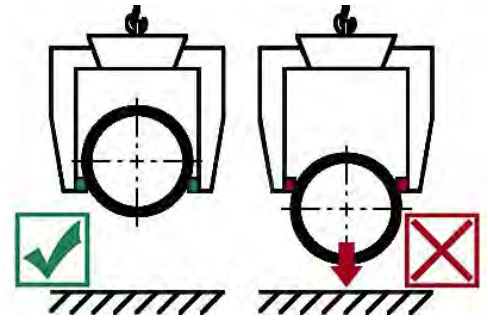
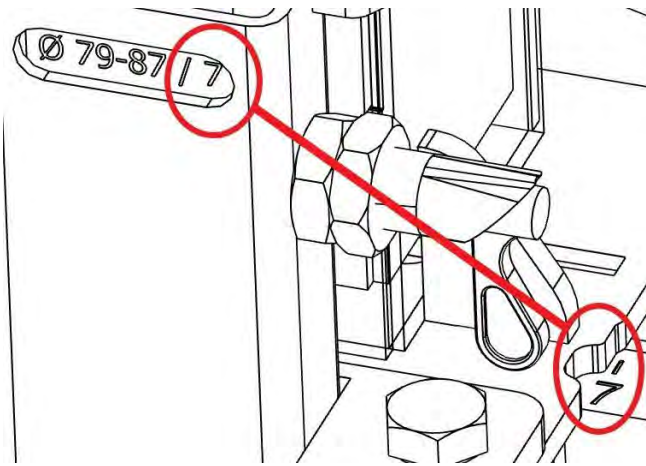

Abb. 1.2
Abb. 3.1
5. Voorbeeld: voor buis $\text{Ø} 790 - 870 \text{ mm}$ moet in het kijkvenster $\text{Ø} 79-87/7$ worden weergegeven (Fig. 1.2).
6. Trek de veerbout (1) weer omhoog en draai hem 180°.
7. Verplaats de hoogteverstelbare steun (2) totdat de vergrendeling in het betreffende gat grijpt en de hoogteverstelbare steun (2) weer vergrendeld is.
Voorbeeld: bij buis $\text{Ø } 790 - 870 \text{ mm}$ moet het getal "7" (dat in het kijkvenster $\text{Ø } 79-87/7$ (fig. 1.2) wordt weergegeven) op beide zijdelen zichtbaar zijn (fig. 3.1).